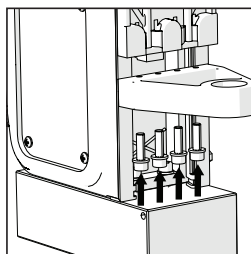

FIG. 8
- Para extraer el brazo de retención del eje, quite los 4 pernos de hueco hexagonal en la cabeza M5. **(Fig. 8)**